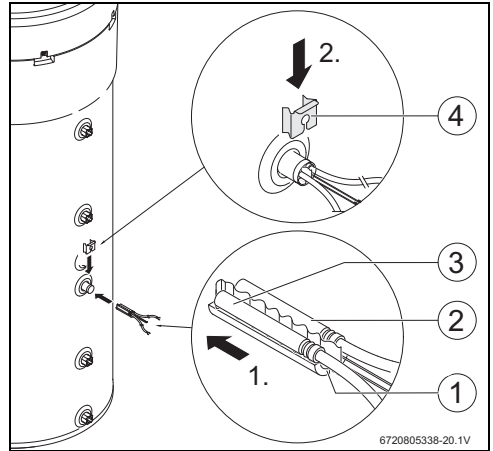

Fig. 7
- ▶ Montar el juego de montaje [1], el sensor de temperatura NTC del accesorio [2] y el sensor de temperatura NTC del regulador [3] y posicionarlo tal como se lo visualiza en la imagen 7.